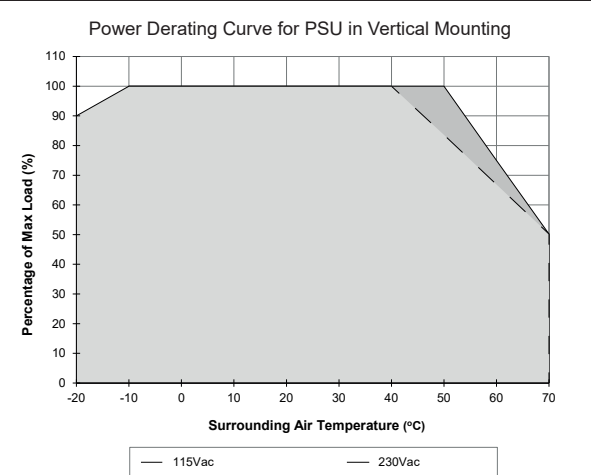

Figure 6
5.4. Temperaturverhalten (Abb. 6)
Sollte die Ausgangsleistung den in Abb. 6 empfohlenen Wert übersteigen, wird das Gerät wegen thermischen Schutzes ausgeschaltet, d.h. die Ausgangsspannung wird in den Latch-Aus-Modus geführt, bis die Temperatur der Komponenten abkühlt und der Wechselstrom zurückgeführt wird.
Derating (Leistungsabsetzung)	Leistungsabsetzung gemäß Abb. 6 -10°C to -20°C (1% / °C) > 40°C (1,87% / °C) @ 115Vac > 50°C (2,5% / °C) @ 230Vac
Betriebstemperaturbereich (Umgebungstemperatur)	-20°C bis +70°C (Leistungsabsetzung gemäß Abb. 6)
5.4. Thermal behavior (Fig. 6)
If the output capacity is beyond what is recommended in Fig. 6, the device will run into thermal protection by switching off i.e. the output voltage will go into latch-off mode until the component temperature cools down and the AC power is recycled.